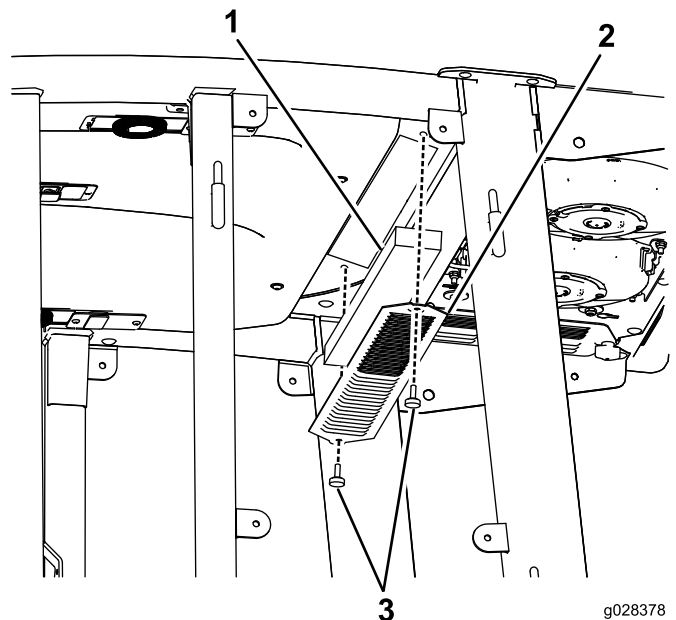
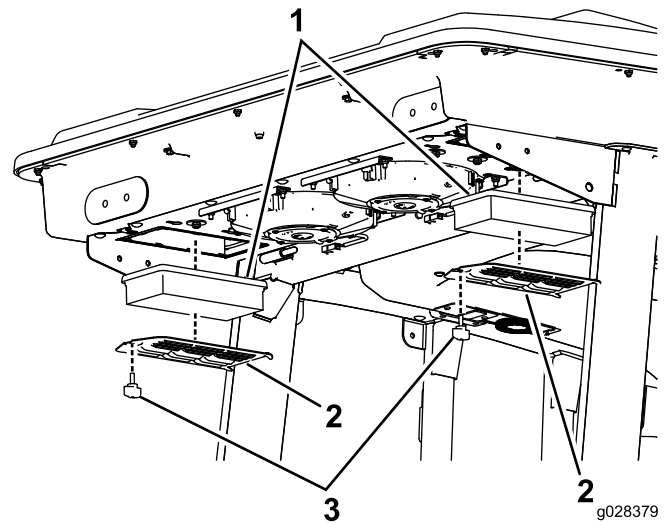
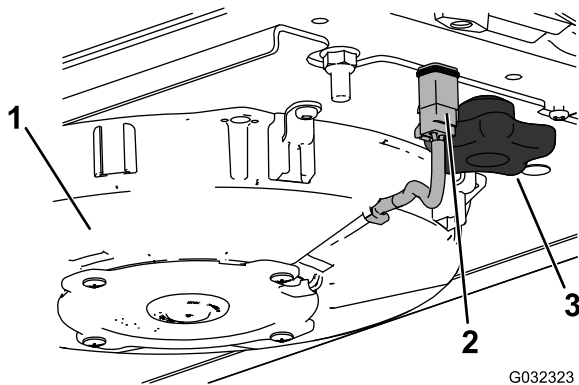
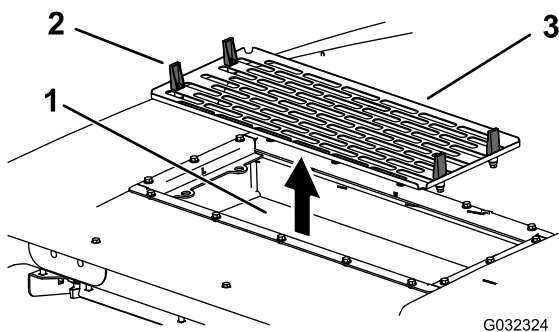

Figure 102
Figure 103
Figure 104
Figure 105
1. Retirez les vis et les grilles des filtres à air intérieur et arrière de la cabine (Figure 102 et Figure 103).
- Déposez les filtres à air (voir Figure 103).
- Reposez les filtres à air, la grille et le ventilateur (Figure 103, Figure 105 et Figure 104).
- Rebranchez le câble de chaque ventilateur (Figure 104).